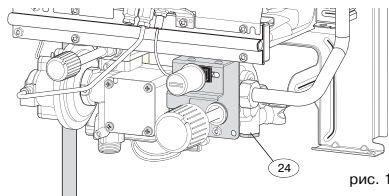

рис. 14
- Отверните заглушку (для слива) (24) (рис. 14).